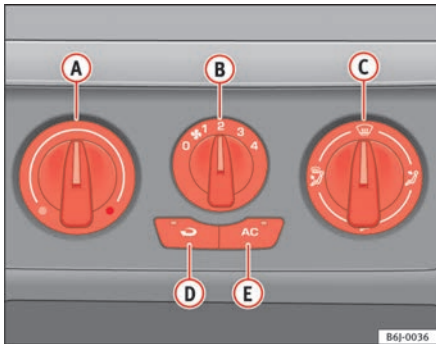

Abb. 86 In der Instrumententafel: Bedienelemente der Heizung
- Drehen Sie den Temperaturregler ⇒ Abb. 86 **A** nach links.
- Drehen Sie den Temperaturregler ⇒ Abb. 86 **A** nach rechts, bis die gewünschte Heizleistung erreicht ist.
- Drehen Sie den Temperaturregler ⇒ Abb. 86 **A** ganz nach rechts auf die höchste Heizleistung.
- Drehen Sie den Temperaturregler ⇒ Seite 125, Abb. 86 **A** in den Heizbereich.